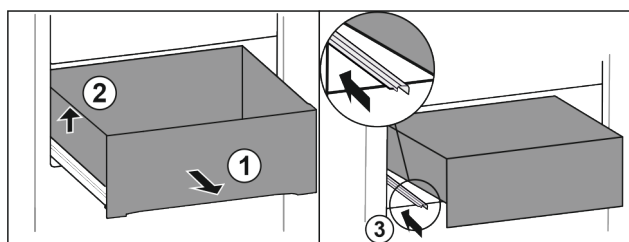

Fig. 23
- Schubfach bis zum Anschlag herausziehen. Fig. 23 (1)
- Schubfach links anheben. Fig. 23 (2)
- Linke Schiene einschieben. Fig. 23 (3)